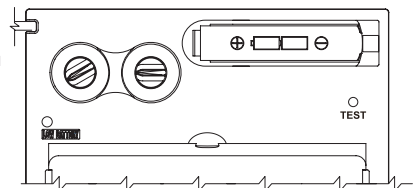

Fig. 1
- **Instalação da pilha.** Quando o indicador de bateria fraca ficar vermelho, substitua a pilha imediatamente. Coloque a nova pilha respeitando as polaridades positiva e negativa indicadas no compartimento (ver fig. 1).
- **Teste.** Pressione e mantenha teste para pré-visualizar a selecção de sombra antes de soldar (ver fig. 1). Quando largar, a janela de visualização regressará automaticamente